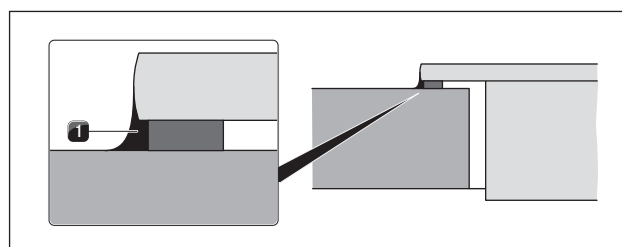

рис. 4.46 Силиконовый герметик для навесного монтажа
- ▶ Наклейте входящие в комплект поставки заводские таблички комплекта форсунок на соответствующем месте над заводской табличкой комплекта форсунок, находящейся на нижней стороне варочной панели (см. Рис. 4.46), а также на предпоследней странице руководства по эксплуатации.